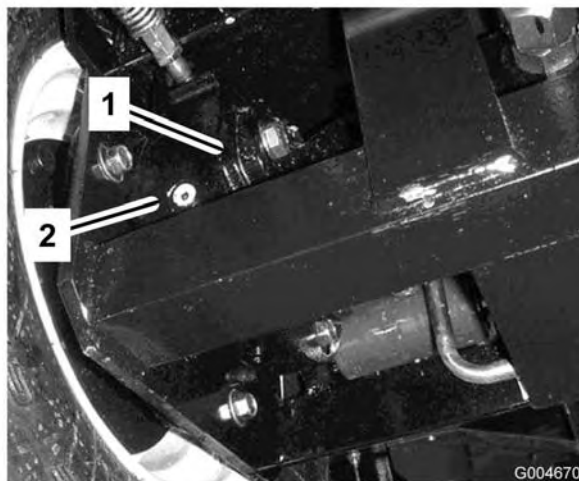

Figure 11
2. Retirez le bouchon du train planétaire (Figure 10) et le bouchon de contrôle à l'arrière du frein (Figure 11). L'huile doit atteindre la base de l'orifice du bouchon de contrôle à l'arrière du frein.